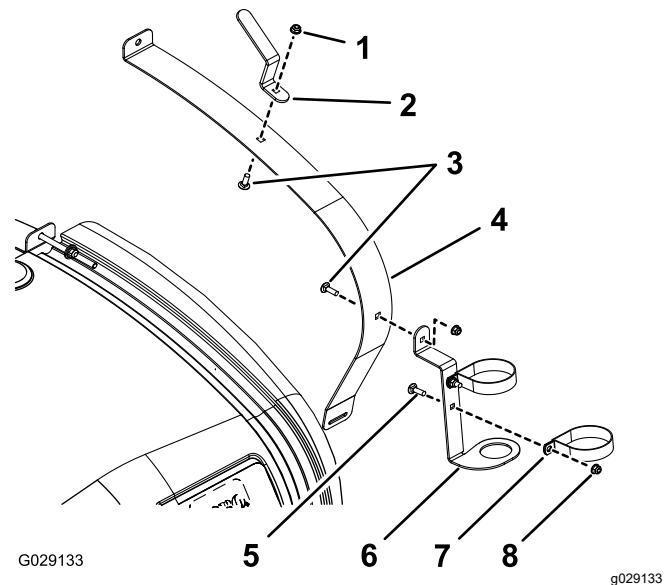

Figura 1
- Per Multi Pro 1750 e Multi Pro 5800, allentate la fascia di fissaggio anteriore destra (Figura 1).
- Montate i serratubi R, la staffa della pistola a spruzzo e il gancio del flessibile come illustrato nella Figura 1, o nella Figura 2, utilizzando un bullone a testa tonda, una rondella piatta e un dado a testa flangiata.